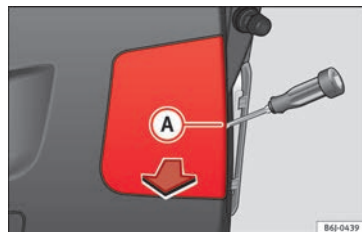

Fig. 200 Luces en el portón.
- Retire dicha tapa con ayuda de un destornillador de punta plana colocado en la ranura indicada **(A)** » **fig. 200**.